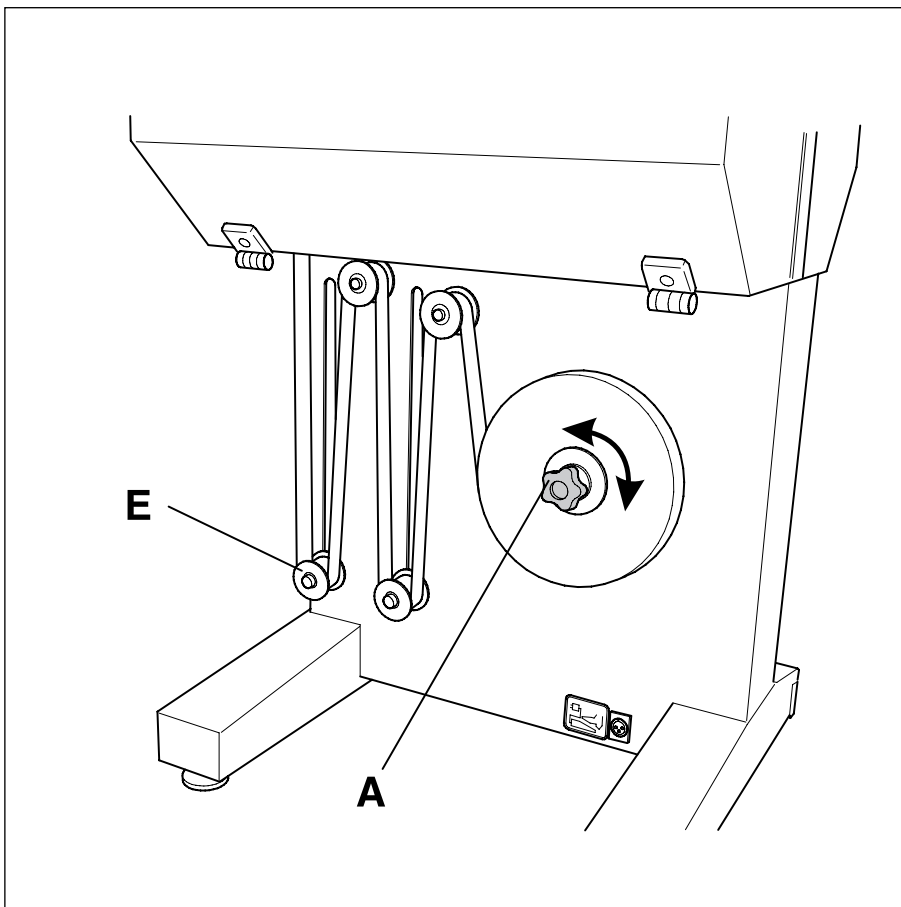

Abb. 3
Schwarzer Knopf (A) lösen durch drehen gegen den Uhrzeigersinn. Entferne den Kern der alten Spule. Drücke die neue Spule auf die Spulenhalterung wie gezeigt (Abb. 3).